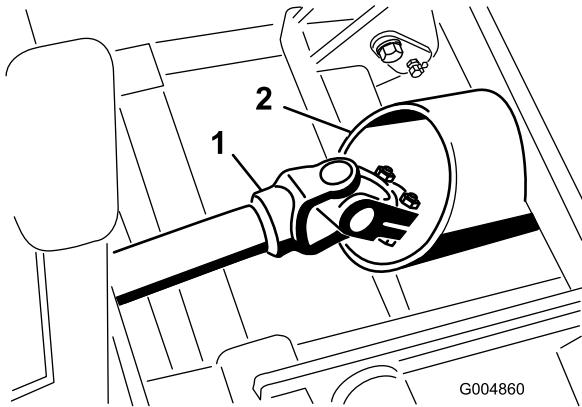

Figure 17
4. Roulez le cadre d'hiver en position avec précaution tout en faisant passer l'arbre d'entraînement par le tube du cadre (Figure 17).